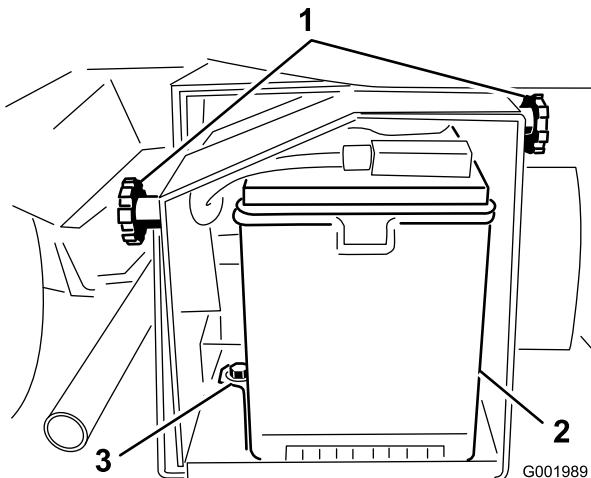

Bild 54
2. Lösen Sie die Handräder an beiden Seiten des Batteriekastens und nehmen Sie die Batterieabdeckung ab (Bild 54).
3. Nehmen Sie die Batteriehalterungen und -befestigungen ab (Bild 54).
5. Nehmen Sie die Batteriehalterungen und -befestigungen ab (Bild 54).
2. Setzen Sie die Batteriehalterung auf und befestigen Sie sie mit den drei vorher entfernten Befestigungen (Bild 54).
4. Setzen Sie die Batterieabdeckung auf und befestigen Sie sie mit den zwei Handrädern (Bild 54).
1. Lösen Sie die Handräder an beiden Seiten des Batteriekastens und nehmen Sie die Batterieabdeckung ab (Bild 54).